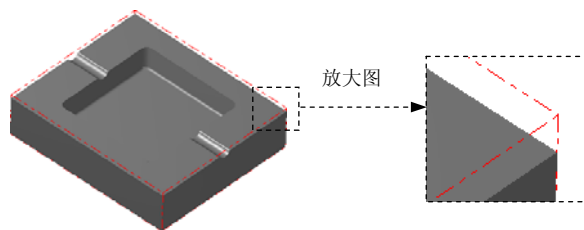

图 11.3 显示工件
Step4. 单击“机器群组属性”对话框中的 按钮，完成工件的设置。此时零件如图 11.3 所示，从图中可以观察到零件的边缘多了红色的双点画线，双点画线围成的图形即为工件。